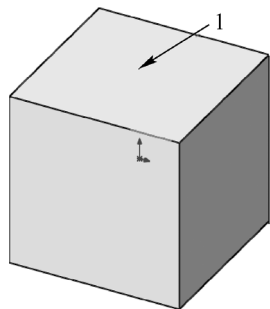
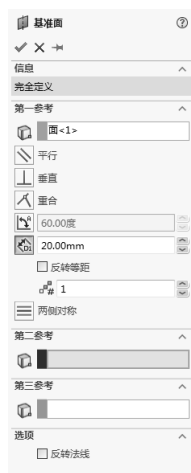

图 4-11 打开的文件实体
图 4-12 “基准面”属性管理器
2) 设置属性管理器。在“第一参考”列表框中，选择图 4-11 所示的面 1。“基准面”属性管理器设置如图 4-12 所示，距离为“20”。选择“基准面”属性管理器中的“反向”复选框，可以设置生成基准面相对于参考面的方向。